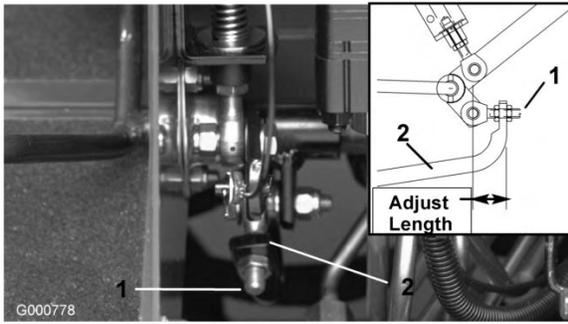

Figura 59
4. Ajuste las contratueras del extremo de la varilla de la bomba con objeto de desplazar el tubo de control de la bomba hacia adelante para eliminar el movimiento de la máquina hacia adelante, o hacia atrás para eliminar el movimiento hacia atrás (Figura 59).